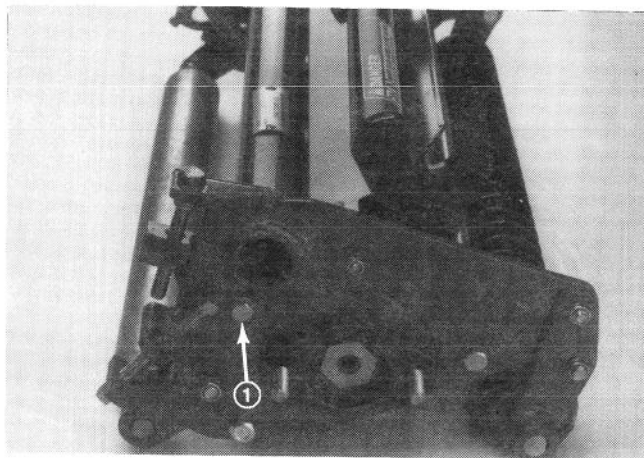

Fig. 16
1. Løsn låsebolten på klippeenhedens side (Fig. 16)